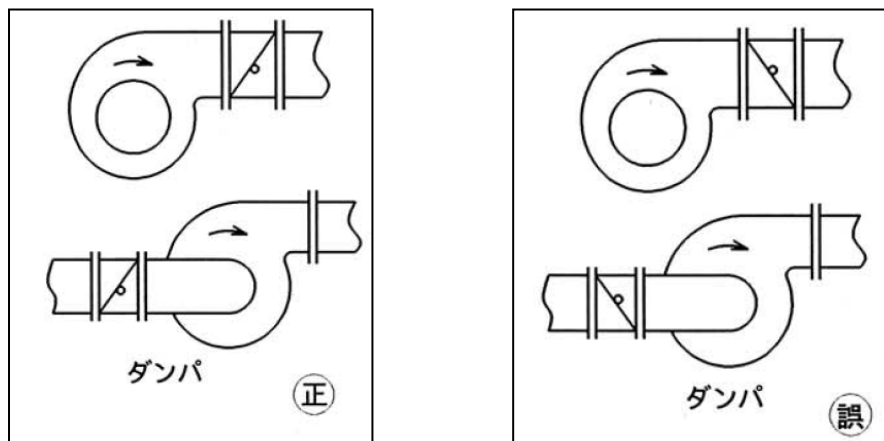

図 14 ダンパ取付方法
- (1) 別途提出の外形寸法図を参照し、送風機羽根車の回転方向に注意して所定の位置に（図 14 参照）取り付けてください。
- (2) 電動式、エアシリンダ式の場合は、各操作機の取扱説明書を良く読んでご使用ください。